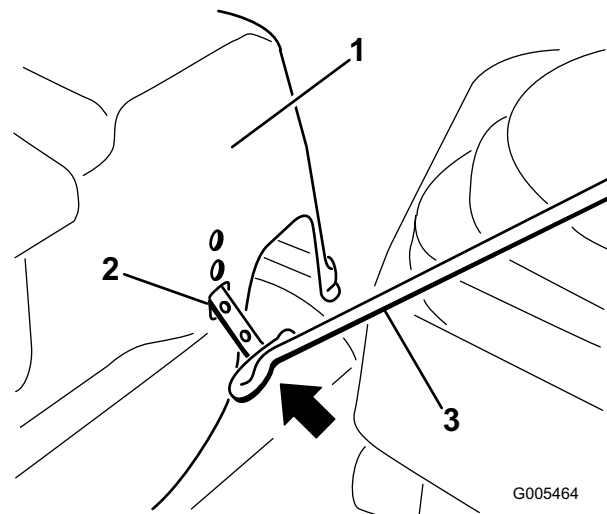

Figura 2
1. Accedete all'apertura quadrata sul lato interno dell'alloggiamento destro. Inserite l'estremità dell'asta del coperchio nell'apertura quadrata, inclinandola come illustrato nella Figura 2. L'asta deve essere orientata in modo che la sezione a gomito sia rivolta in avanti per ricevere le linguette di chiusura.